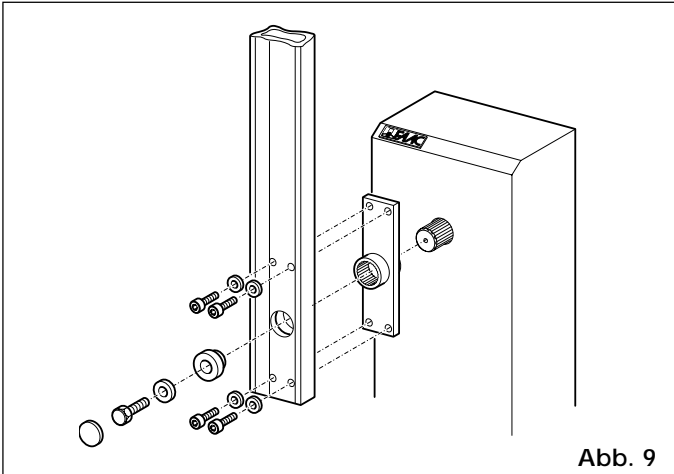
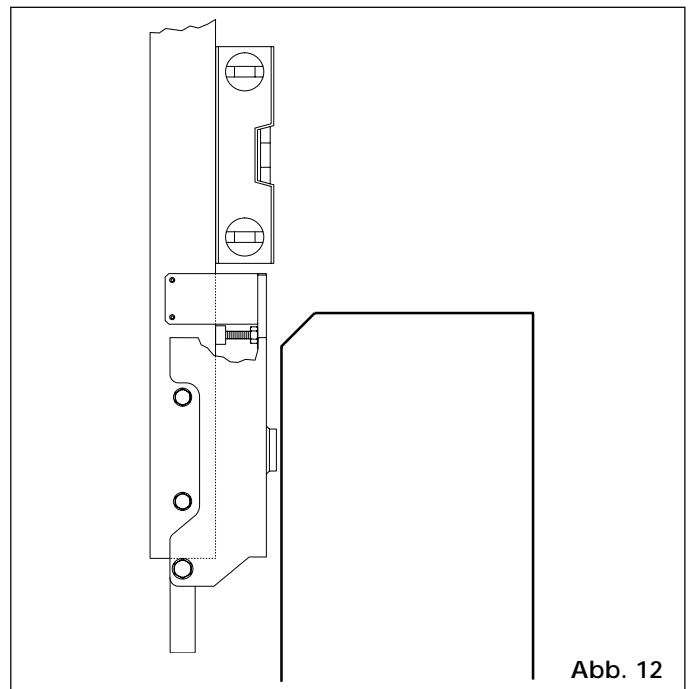
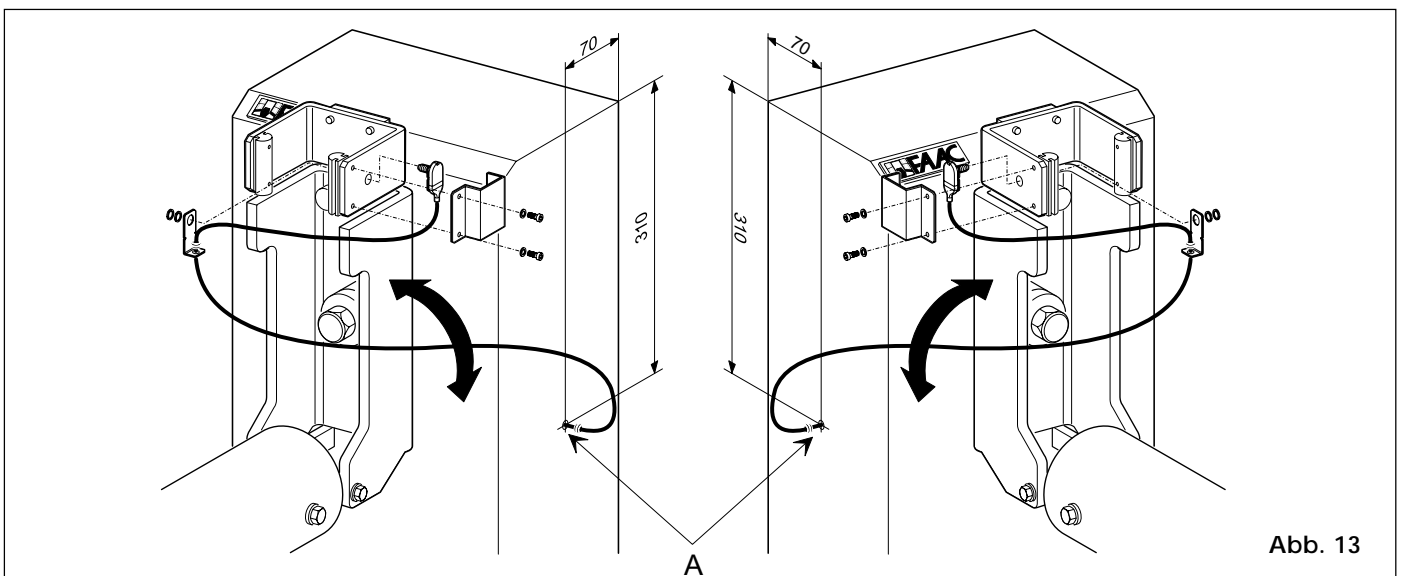

Abb. 9
Abb. 12
Abb. 13
- 4) Den Balken anhand der mitgelieferten Schraubteile gem. Abb. 9, 10 und 11 einbauen und nach Hinweisen in Abb. 12 in Waage bringen. Abb. 13 zeigt den Einbau des Sensors (elektrische Schrankenverriegelung. Das Gummiprofil des Balkens muß in Schließrichtung zeigen.
SENSOREINBAU: STELLE **A** MIT 10mm DURCHMESSER AUSBOHREN UND DEN SENSOR NACH ABB. 13 INSTALLIEREN. SCHLIESSER DES MIKROSCHALTERS (SCHWARZER UND BLAUER DRAHT) MIT STOPP KONTAKT DES STEUERGERÄTS 625 MPS IN REIHE SCHALTEN.